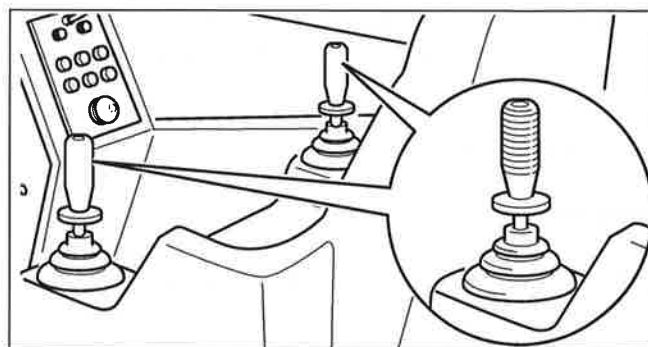

Abb. 67/3 Steuerhebel am Hauptsteuerstand in Nullstellung
- Leiter nach kurzer Zeit und Rückführen der Steuerhebel in die Nullstellung (Abb. 67/3) in die im Bildschirm angegebene Richtung weiterfahren.